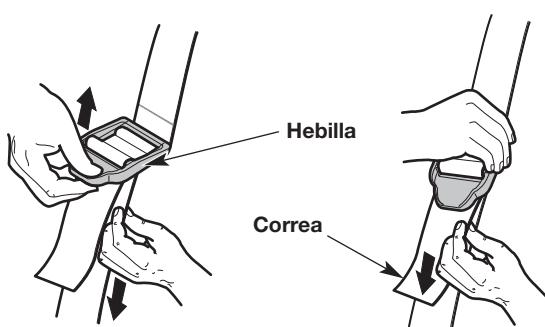

Fig. 8
- Ajuste la correa de hombro para adecuarla al operador (Fig. 8). Tire de la hebilla hacia arriba para aflojar la correa. Tire de la correa hacia abajo para ajustarla.